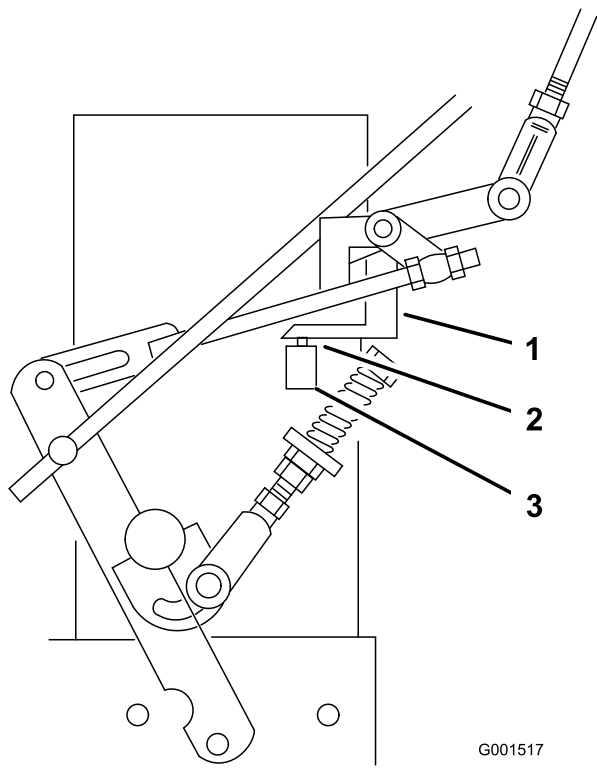

Figure 30
7. Vérifiez que le contacteur de sécurité est enfoncé et qu'il existe un espace de 8 mm (5/16 po) entre la languette d'actionnement et le contacteur (Figure 30).
8. Au besoin, ajuster la position du contacteur pour obtenir un espace de 8 mm (5/16 po) (Figure 30).